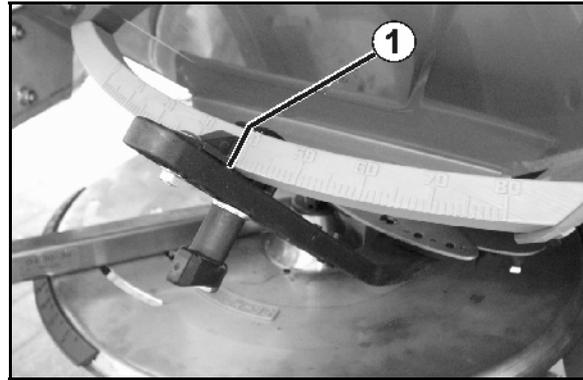

Fig. 30
10.  ,  Taste betätigen bis die Ablesekante (Fig. 30/1) des linken Dosierschiebers auf die erforderliche Schieberstellung zeigt.